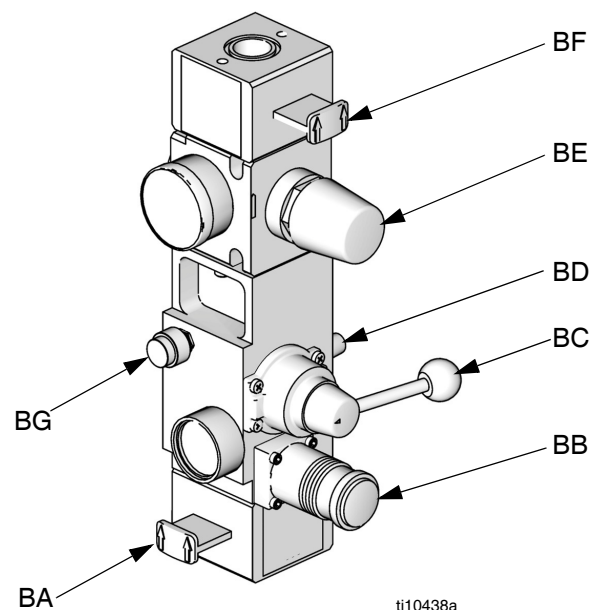

FIG. 4. Inggebouwde luchtregelaars
- J Ingebouwde luchtregelaars (zie FIG. 4)
- Inggebouwde luchtregelaars (J). Zie FIG. 4.
- Elektromagnetische klep luchtgedreven motor (AD). De elektromagnetische klep is geactiveerd als de ram geactiveerd is en in Bedrijfsmodus, Recirculatie of Vullen staat ingesteld. De elektromagnetische klep is uitgeschakeld als het systeem is uitgezet of als de modus Drukontlasting is ingesteld, of als de ram in de modus Inactief/Gereed staat. De led van de elektromagnetische klep licht op zodra de elektromagnetische klep is geactiveerd.